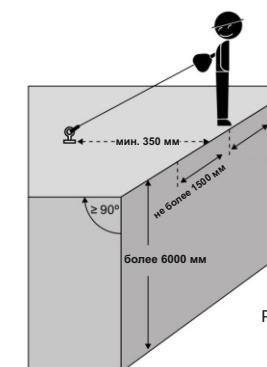

Рис.8
**ОСТРЫЕ КРОМКИ (рис.8).** Допускается эксплуатация устройства при потенциальном падении через острую кромку, но важно учитывать приемлемое расположение анкеров и запас высоты.